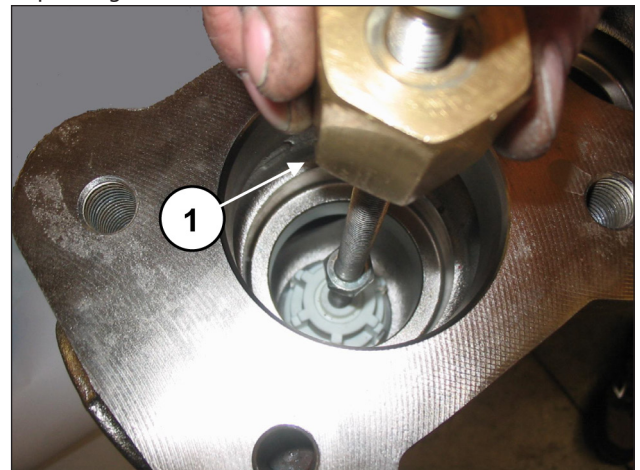

Fig. 112
Extraire le groupe soupape d'aspiration en appliquant un chasoir à inertie sur l'orifice M10 du guide de soupape (rep. ①, Fig. 112).